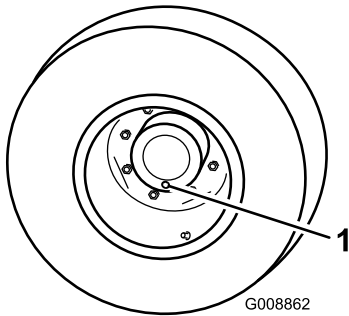

Bild 55
1. Stellen Sie die Maschine auf einer ebenen Fläche ab und positionieren Sie das Rad so, dass sich eine der Prüfschrauben in der untersten Stellung (6 Uhr) befindet (Bild 55).